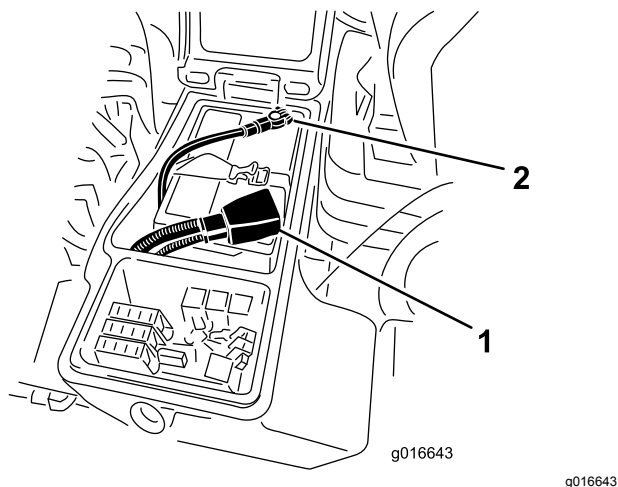

Рисунок 58
- Подсоедините положительный кабель (красный) к положительной клемме (+), а отрицательный кабель (черный) — к отрицательной (–) клемме аккумуляторной батареи (Рисунок 58).